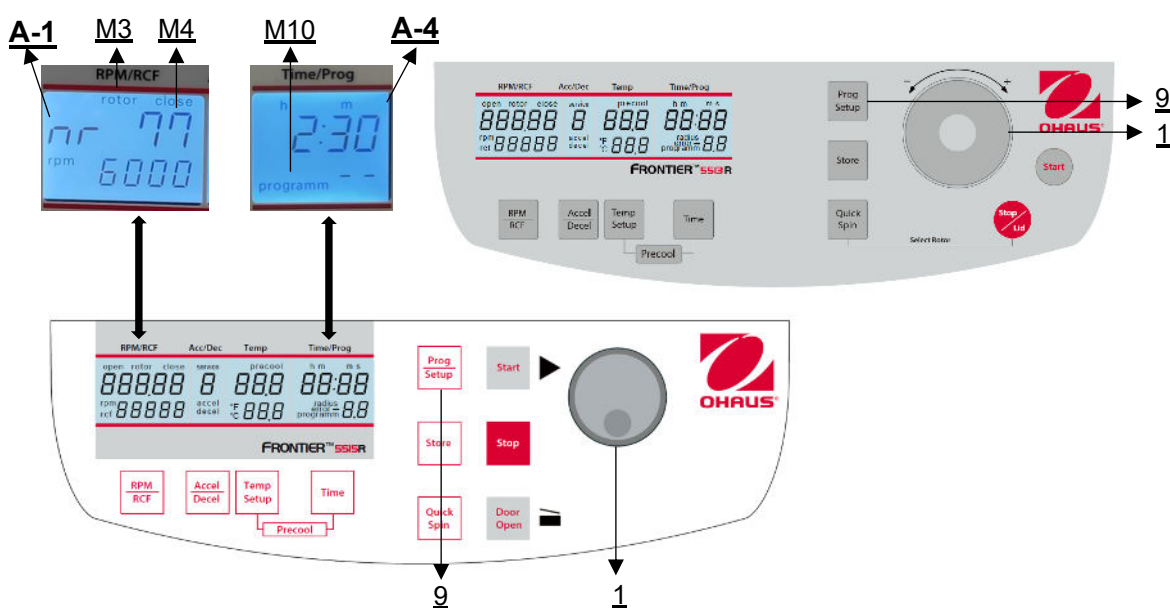

Figure 21
Pour rappeler les programmes mémorisés, appuyer sur la touche **"Prog/Setup"** (9) (voir figure 21) alors que le couvercle est déjà fermé. Dans l'affichage **"Time/Prog"** (A-4), **"program--"** (M10) apparaît. Le numéro de programme souhaité peut être présélectionné à l'aide de la molette (1).
Pour quitter le mode programme, il suffit d'appuyer sur la touche **"Prog/Setup"** (9) (voir **Figure 21**). Ensuite, à l'intérieur de l'écran
Vous pouvez démarrer la centrifugeuse soit avec la touche **"Start"** (8), soit avec la touche **"Quick Spin"** (6) (voir **figure 21**). La touche **"Start"** (8) permet de démarrer des cycles mémorisés ou des cycles dont les paramètres sont présélectionnés manuellement. La centrifugeuse s'arrête automatiquement à la fin de la durée de fonctionnement présélectionnée. La touche **"Quick Spin"** (6) permet de démarrer des cycles qui ne durent que quelques secondes.